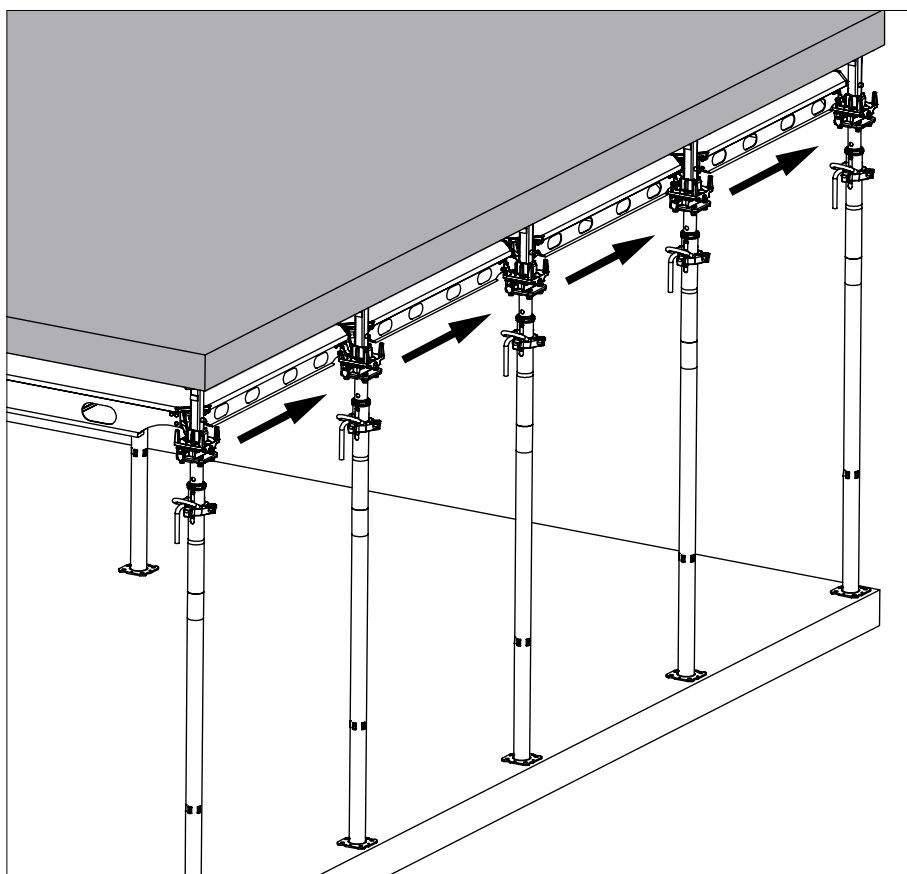

Fig. A11.02
2. Colpire il cuneo della testa a caduta seguente su un lato, fila dopo fila, come indicato dalla freccia. Ciò fa scendere di 12 cm i pannelli. (Fig. A11.02)